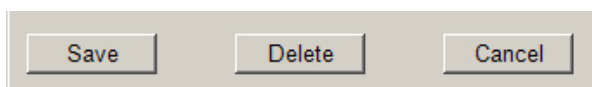

Figura 2-1: Botones Guardar, Eliminar y Cancelar
- La herramienta de configuración es una verdadera interfase de usuario (HMI), y no tiene una base de datos propia. Los cambios realizados y guardados utilizando el botón Guardar en la parte inferior izquierda (Figura 2-1) de cada pantalla de configuración se guardan **sólo** en el terminal maestro. Para propagar cambios a otros terminales en un grupo, se debe ejecutar un proceso de sincronización (vea **Archivo** en la página 2-4) **mientras el sistema se encuentra fuera de línea**.